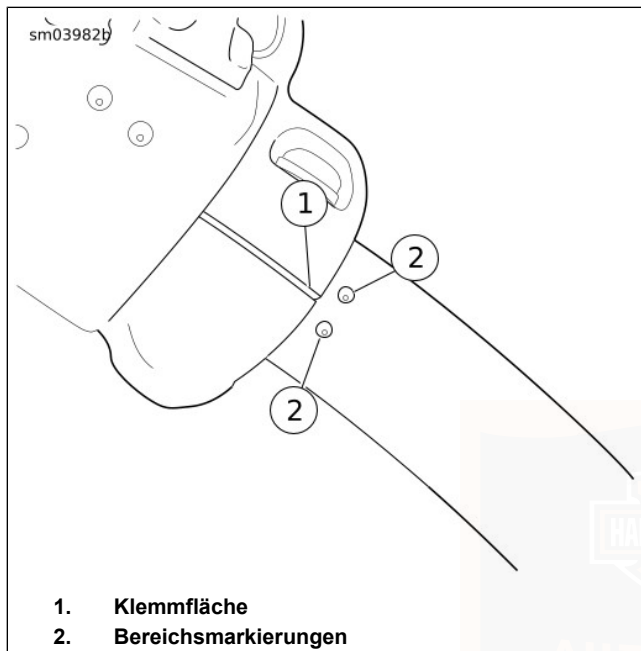

Abbildung 71. Ausrichtung der linken Bedienelemente-Baugruppe am Lenker
2. Siehe Abbildung 71. Die linke Bedienungselement-Baugruppe und den Kupplungshandhebel in eine komfortable Position bringen. Die Festklemmfläche (1) innerhalb der Bereichsmarkierungen (2) halten.